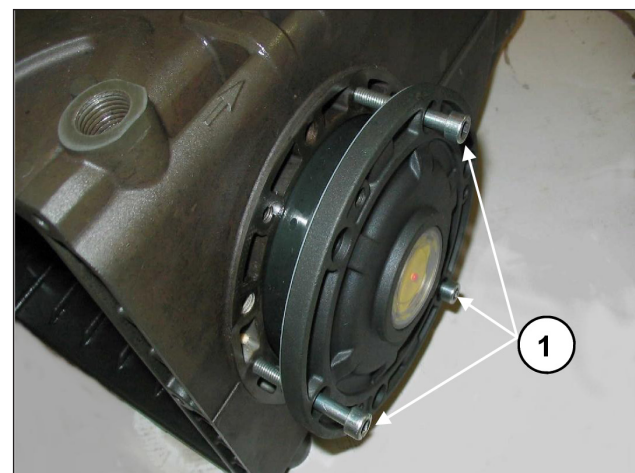

Fig. 8
Para facilitar a entrada da primeira seção e da relativa inserção das coberturas no carter, aconselha-se o uso de três parafusos M6 x 40, parcialmente rosqueados, (Fig. 8, pos. ①) para depois completar a operação com os parafusos fornecidos (M6x18).
Para a aproximação de duas coberturas laterais no carter, pode-se usar três parafusos M6x40 para uma primeira fase de orientação, como indicado na Fig. 8 e os parafusos previstos para a fixação final.